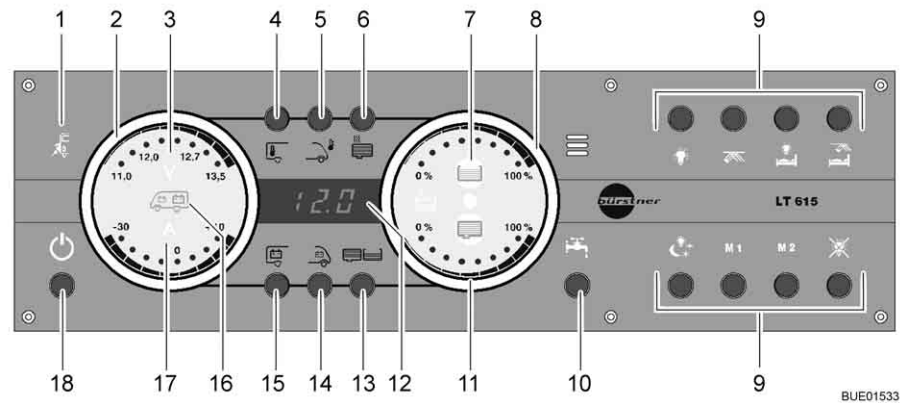

Fig. 159 Pannello di controllo LT 615
La spia di controllo a 230 V (Fig. 159,1) si accende quando all'ingresso della centralina elettrica è presente una tensione di rete. Le batterie vengono caricate.
L'interruttore principale a 12 V (Fig. 159,18) inserisce o disinserisce il pannello di controllo e l'alimentazione a 12 V dell'abitacolo.
- Premere brevemente il tasto dell'alimentazione a 12 V (Fig. 159,18). L'alimentazione a 12 V dell'abitacolo è inserita. L'indicatore di controllo "12 V" si accende.
- ▷ Se dopo l'accensione il LED "11,0" dell'indicazione dei Volt nonché il simbolo dei Volt "V" (Fig. 159,3) nell'indicatore delle batterie (Fig. 159,2) lampeggiano, significa che la tensione della batteria dell'abitacolo è insufficiente. Caricare la batteria.
- ▷ Se dopo l'accensione l'indicatore di controllo "12 V" e il simbolo dei Volt "V" (Fig. 159,3) lampeggiano tre volte, significa che la separazione della batteria è attivata. Disattivare la separazione della batteria.
- ▷ Se il pannello di controllo è spento e il simbolo "V" (Fig. 159,3) lampeggia di luce rossa, significa che la batteria è scarica. Per evitare che la batteria si scarichi completamente, non è più possibile accendere il pannello di controllo. Provvedere quanto prima a ricaricare la batteria.
- Premere brevemente il tasto dell'alimentazione a 12 V (Fig. 159,18). L'alimentazione a 12 V dell'abitacolo è disinserita. L'indicatore di controllo "Alimentazione a 12 V" si spegne.
- Premere il tasto della batteria dell'abitacolo (Fig. 159,15) e tenerlo premuto per ca. 10 secondi. Il simbolo dei Volt "V" (Fig. 159,3) e l'indicatore di controllo "12 V" lampeggiano tre volte. La batteria dell'abitacolo è separata dalla rete di bordo da 12 V.
- Premere il tasto "Alimentazione a 12 V" (Fig. 159,18) e tenerlo premuto per ca. 5 secondi. Il simbolo dei Volt "V" (Fig. 159,3) e l'indicatore di controllo "12 V" lampeggiano tre volte. La batteria dell'abitacolo è collegata alla rete di bordo a 12 V. L'indicatore di controllo si accende dopo ca. 5 secondi.
- Premere il tasto della batteria dell'abitacolo (Fig. 159,15). Il simbolo dei Volt "V" (Fig. 159,3) si accende. Il simbolo degli Ampere "A" (Fig. 159,17) si accende con luce bianca o rossa a seconda del livello di carica o scarica delle batterie. La tensione della batteria e la corrente della batteria dell'abitacolo sono indicate dai LED sul pannello di controllo. La capacità residua della batteria dell'abitacolo è visualizzata in percentuale sul display.
- Premere il tasto della batteria di avviamento (Fig. 159,14). Il simbolo dei Volt "V" (Fig. 159,3) si accende. La tensione della batteria della batteria di avviamento viene indicata attraverso i LED nell'indicatore.
- Premere il tasto dei serbatoi (Fig. 159,13). I simboli del serbatoio dell'acqua (Fig. 159,7) e del serbatoio delle acque grigie (Fig. 159,11) si accendono. I livelli di riempimento del serbatoio dell'acqua (scala superiore) e del serbatoio delle acque grigie (scala inferiore) sono indicati dai LED nell'indicatore.
Il simbolo del serbatoio dell'acqua (Fig. 159,7) o il simbolo del serbatoio delle acque grigie (Fig. 159,11) lampeggia se il serbatoio dell'acqua è vuoto o il serbatoio delle acque grigie è pieno.
Attraverso l'indicatore digitale (Fig. 159,12) è possibile visualizzare la temperatura interna e la temperatura esterna in °C.